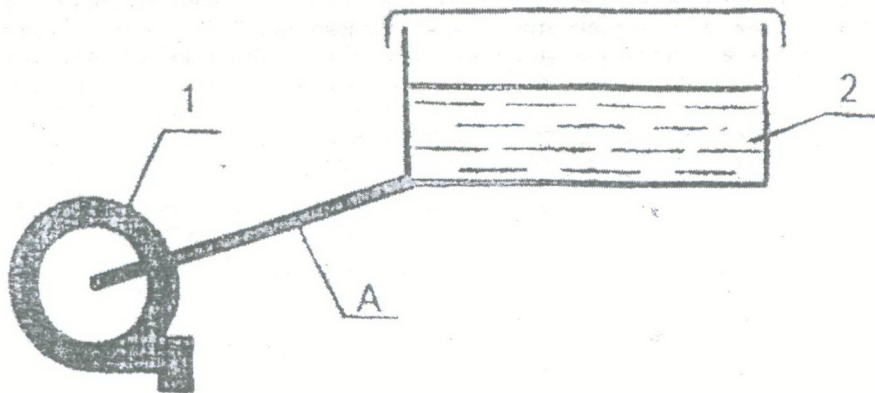

Рис. 6 - Схема установки насоса для перекачивания жидкости из емкости, находящейся под атмосферным давлением
3.4 Насос обеспечивает откачивание молока из вакуумированной молочной системы доильной установки (см. рис. 5) и открытой емкости (см. рис. 6).